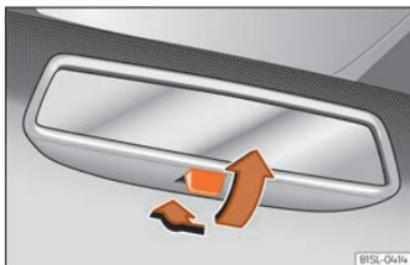

Fig. 150 Rétroviseur intérieur jour/nuit manuel.
- Pour sélectionner la position nuit, déplacez le levier vers l'arrière »» fig. 150.